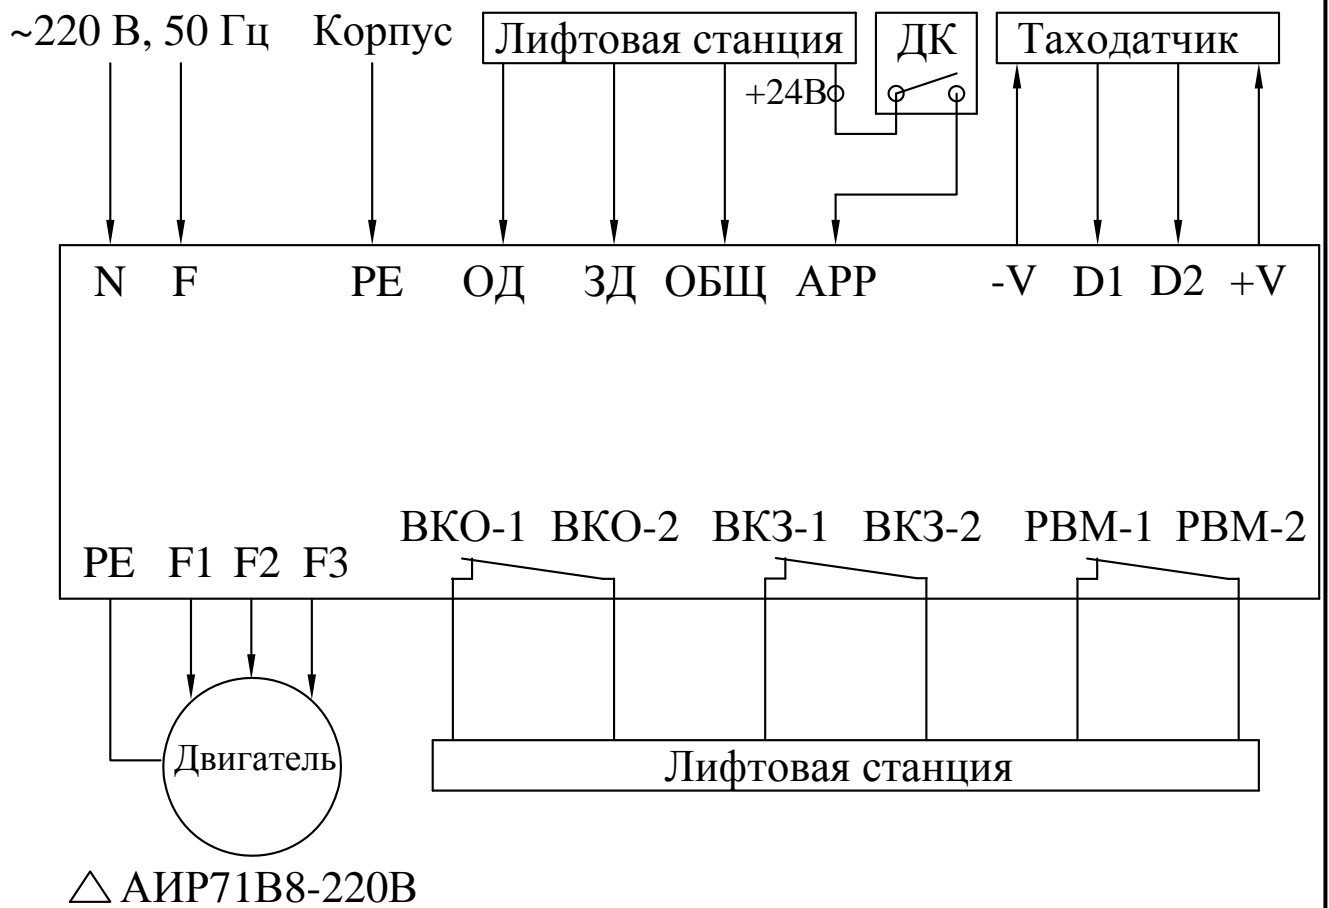
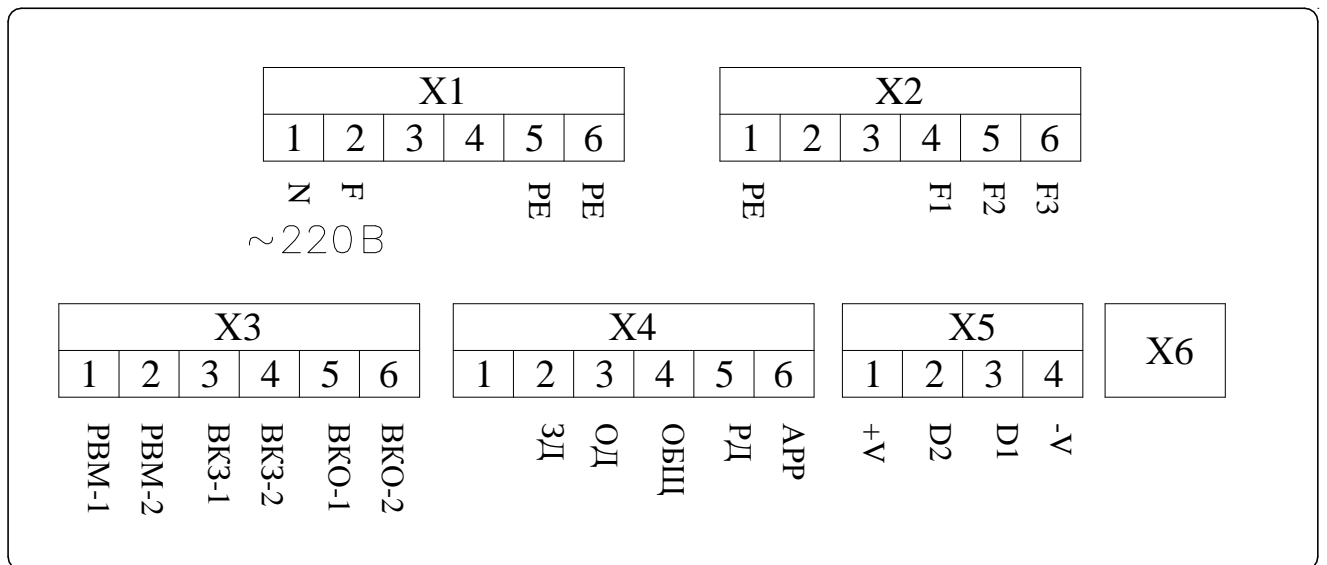

Рис.2. Блок-схема подключения внешних контактов БУАД-4-26.
Рис. 3. Схема подключения внешних контактов БУАД-4-26.
3.4.1. На **рис.2** показана блок-схема подключения внешних контактов *Устройства*. На **рис.3** показаны и подписаны отдельные контакты каждого из разъемов *Устройства*.
3.4.4. Внешние контакты для лифтовых станций (см. рис. 2, 3):
Способ подключения ДК на вход АРР показан на **рис.2**. Переключатель, связанный с *цепью безопасности дверей кабины*, через который на вход АРР подается +24В может быть как разомкнут при полностью закрытой двери, так и замкнут, что настраивается программно с помощью параметра MASK.
Узел подключения внешних коммуникаций состоит из набора кабельных выводов (**рис.1**), разъемов для подсоединения шин сетевого питания, цепей выходных напряжений для электродвигателя, цепей управления работой устройства, цепей подключения таходатчика (**рис.2, 3**), заглушки для разъема подключения устройства настройки УСНА, а также крышки, закрывающей разъемы *Устройства*.